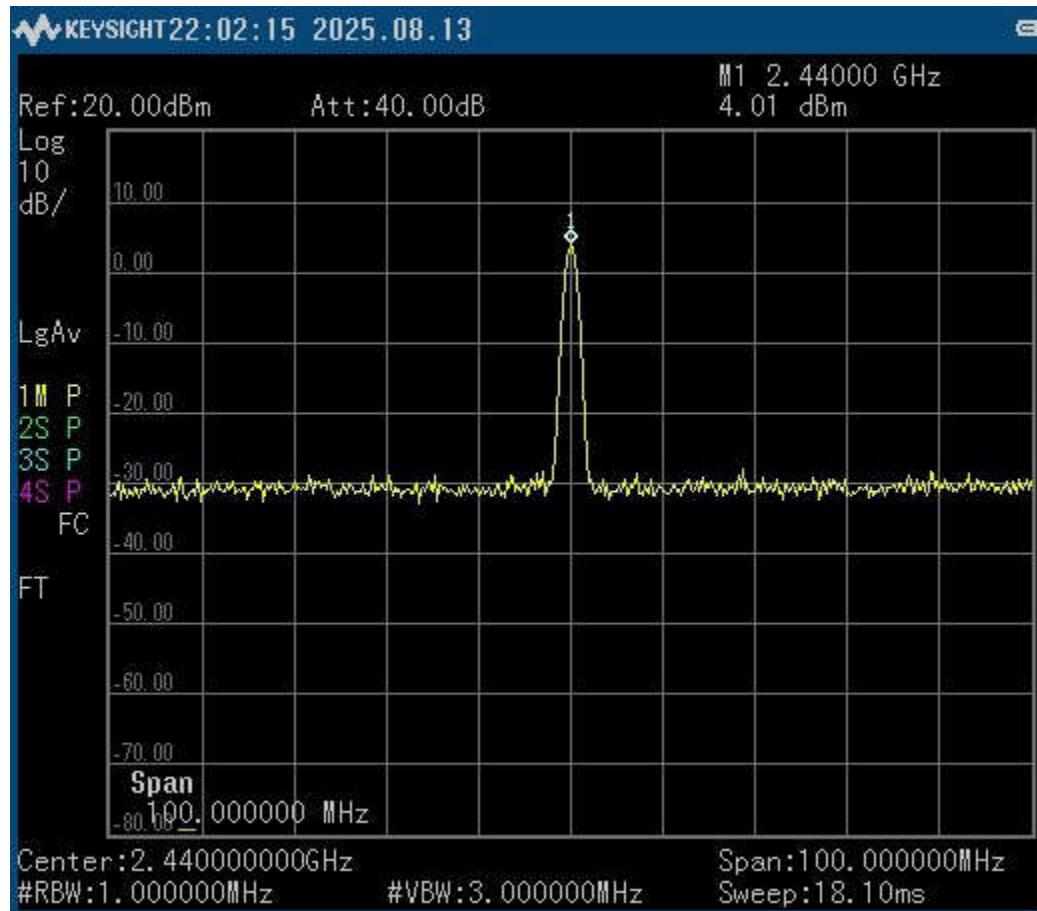

图 7-3. 传输功率测试的频谱分析仪输出
- 第 3 步：测量频谱分析仪上的输出功率级别，以确认在 EM 上编程的输出功率。（参考 图 7-3，查看频谱分析仪上结果的示例）